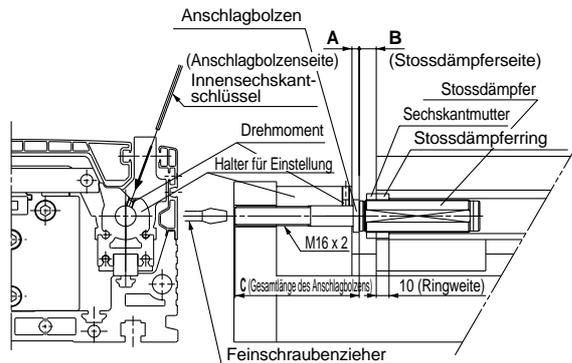

Abbildung 1. Detailausschnitt zur Hubeinstellung
- Um den Anschlagbolzen innerhalb des Einstellbereichs A zu justieren, stecken Sie, wie in Abbildung 1 ersichtlich, einen Sechskantschlüssel von oben in die Innensechskantschraube, um diese ca. eine Umdrehung zu lösen, und stellen Sie anschliessend den Anschlagbolzen mit einem Feinschraubenzieher ein.